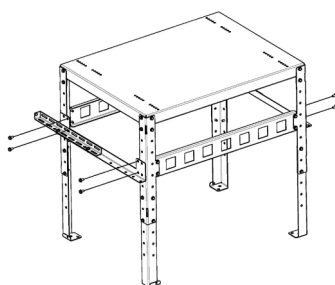

Fig. 34 - Assemblare rinforzi + prolunghe alla struttura
- Fissare anche i rinforzi + le prolunghe assemblati precedentemente (vedi **Fig. 34**).